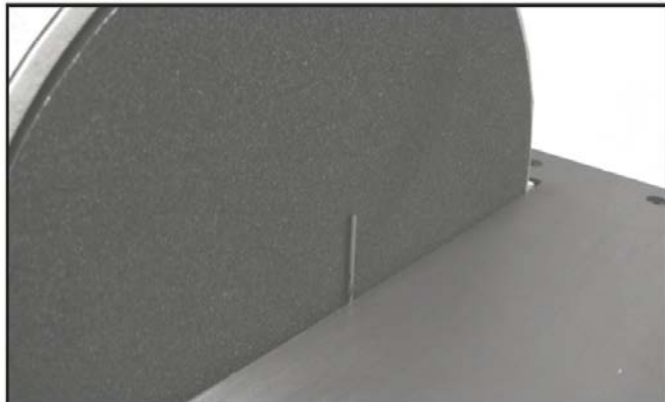

Рис.05
4. Используйте сверло 1,5 мм в качестве меры. Поместите сверло между шлифовальным диском и внутренней поверхностью рабочего стола. Установите стол вплотную к шлифовальному диску через сверло диаметром 1,5 мм и затяните четыре винта (рис. 05).